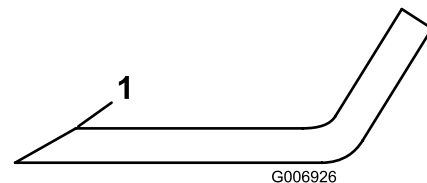

Figura 66
5. Inspeccione los filos de corte de todas las cuchillas. Afílelos si están romos o tienen mellas. Afile únicamente la parte superior del filo y mantenga el ángulo de corte original para asegurar un afilado correcto (Figura 66).
6. Si está roto o tiene desperfectos, afile únicamente el filo superior y mantenga el ángulo de corte original (Figura 66).